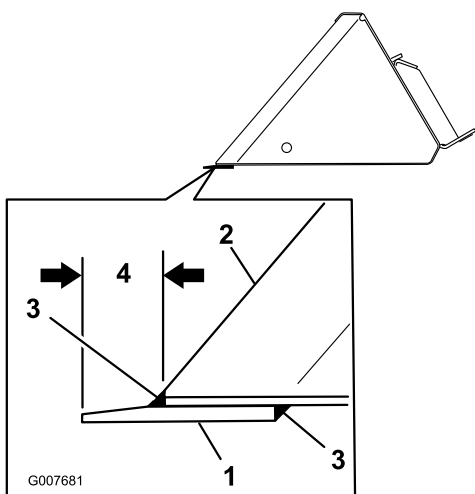

Figure 1
1. Fixez la lame sur la face inférieure avant du godet (Figure 1), en prenant soin de conserver un accès aux joints avant et arrière de la lame pour le soudage.
- Pour les modèles 22409 et 22410, fixez la lame de sorte qu'elle dépasse de 3,2 cm (1-1/4 po) à l'avant du godet (Figure 1).
2. Soudez la lame sur toute la longueur du godet avec une électrode à **bas hydrogène** aux joints avant/supérieur et arrière/inférieur de la lame (Figure 1) comme suit :
- Pour les modèles 22409 et 22410, utilisez une soudure d'angle de 0,3 cm (1/8 po) (Figure 1).